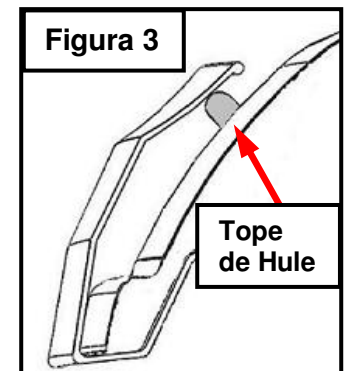

Figura 3
7. Coloque el tope de hule en el cofre del vehículo, en el lugar donde las orillas del Deflector de Cofre están más cercanas al cofre (**Figura 3**). **Limpie el lugar primero con alcohol isopropílico y quite la cubierta del adhesivo en el tope de hule antes de instalarlo en el cofre.**